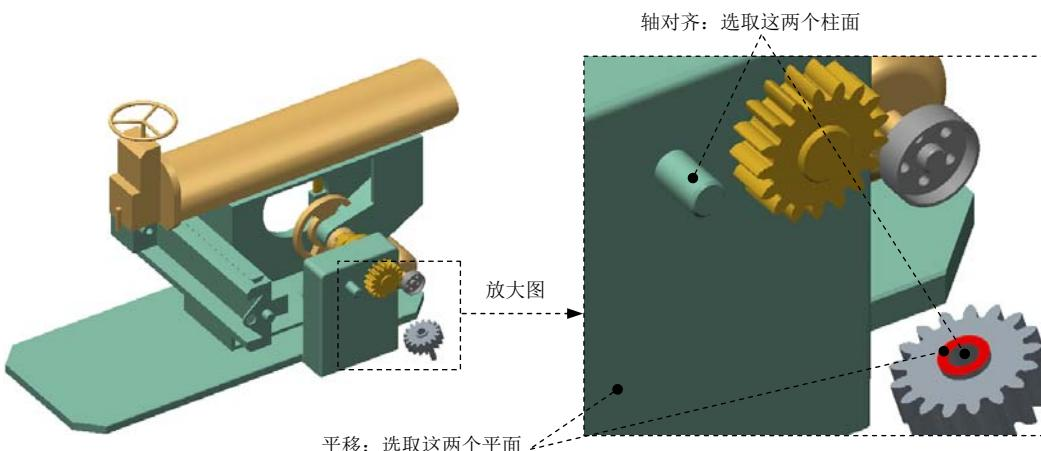
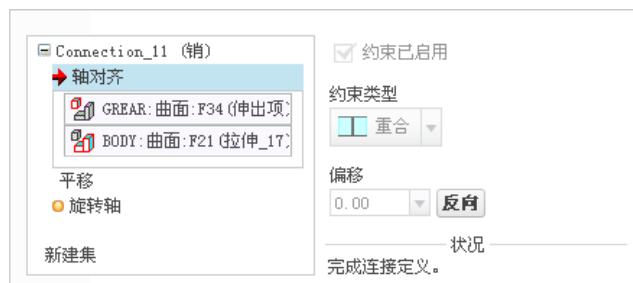

图 9.6.52 创建销 (Pin) 连接
图 9.6.53 定义“轴对齐”约束
Step21. 引入元件 gear.prt，并将其调整到图 9.6.52 所示的位置（在模型树中取消隐藏元件 BODY）。
(1) 在“元件放置”操控板的机械连接约束列表中选择 销 选项。
(2) 定义“轴对齐”约束。单击操控板中的 **放置** 按钮，分别选取图 9.6.52 中的两个柱面为“轴对齐”约束参考，如图 9.6.53 所示。
(3) 定义“平移”约束。分别选取图 9.6.52 中的两个平面为“平移”约束的参考，如图 9.6.54 所示。